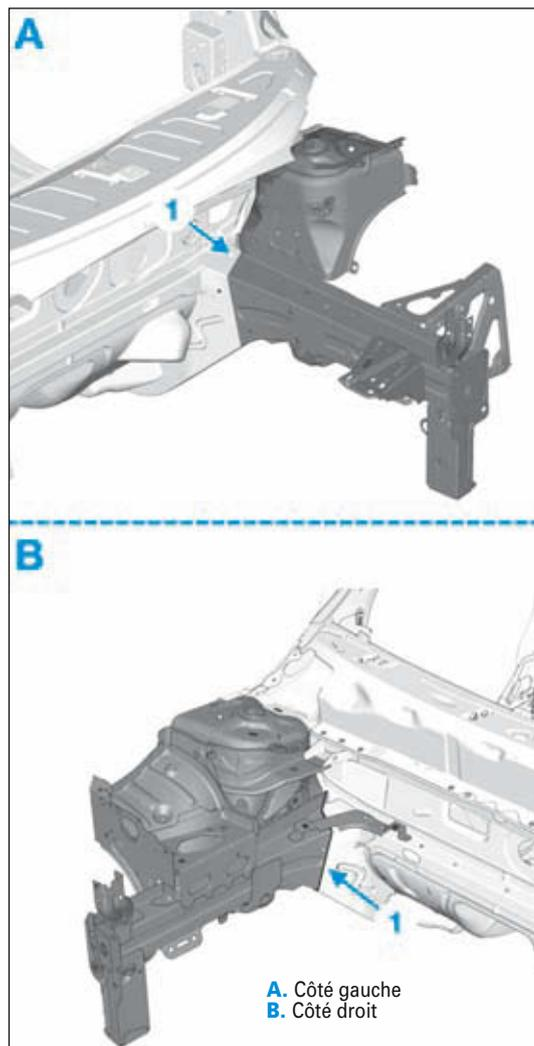

FIG.3
- Respecter les lignes de coupe (1) (Fig.3).